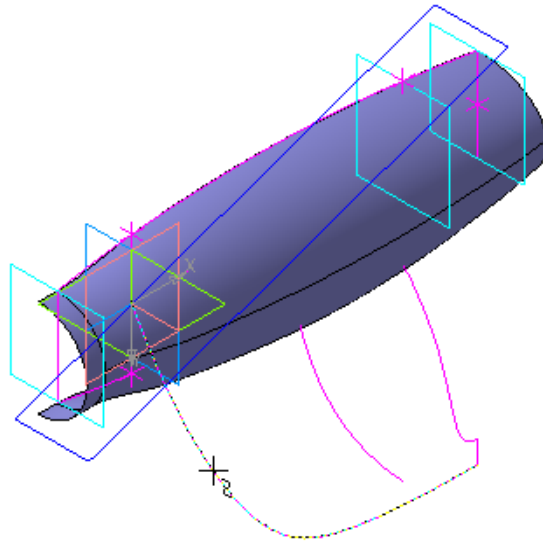

Рисунок 23.
- В окне модели укажите кривую из Эскиз:1. (рис. 23).